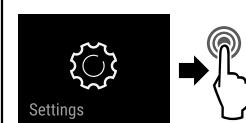

Fig. 127
- Seguir los pasos de procedimiento (consulte Fig. 127) .